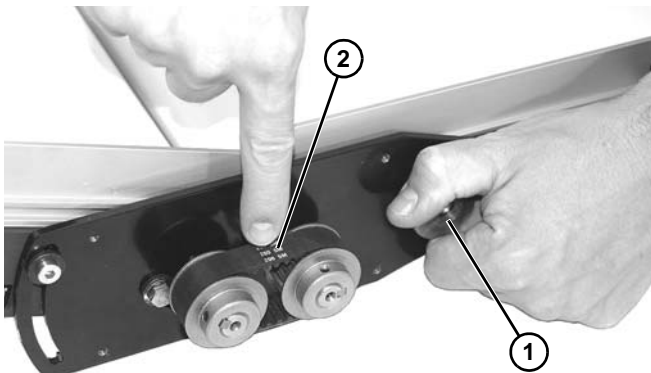

Figura 81
8. Gire la perilla de la leva (Figura 81, artículo 1) para lograr una desviación de la banda de 3-6 mm en el centro de la banda (Figura 81, artículo 2) con aproximadamente 1360-2268 gramos de fuerza.